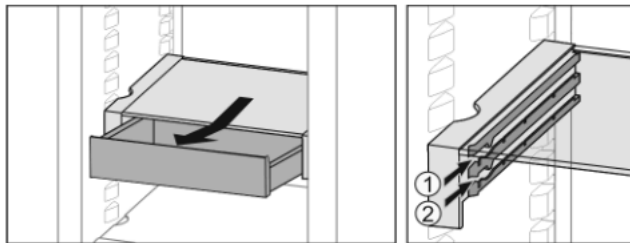

Fig. 22
- ▶ Inserire all'altezza desiderata Fig. 22 (1) o Fig. 22 (2).